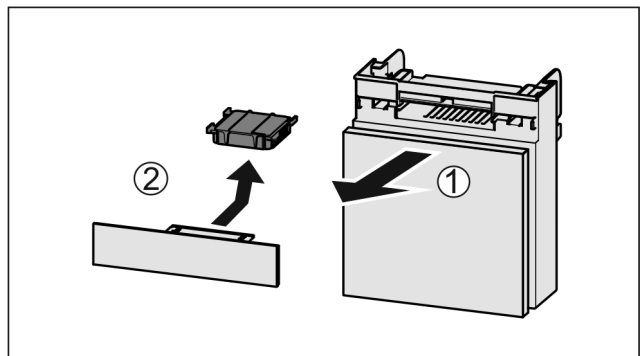

Fig. 171
- Потягніть Fig. 171 (1) відділення вперед.
- Витягнути Fig. 171 (2) фільтр з активованого вугілля.